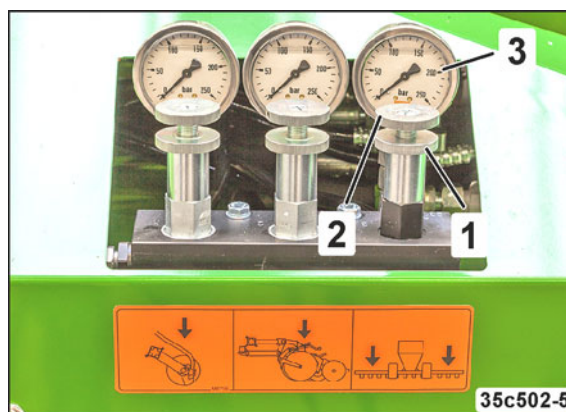

Рис. 178
1. Отверните контргайку (Рис. 178/1).
2. Отрегулируйте давление на консоли поворотом регулировочного винта клапана (Рис. 178/2).
- Проверьте давление по манометру (Рис. 178/3).
Показания манометра (Рис. 178/1) не будут постоянными до тех пор, пока вентилятор (система распределения) не войдет в режим работы с постоянной частотой вращения.